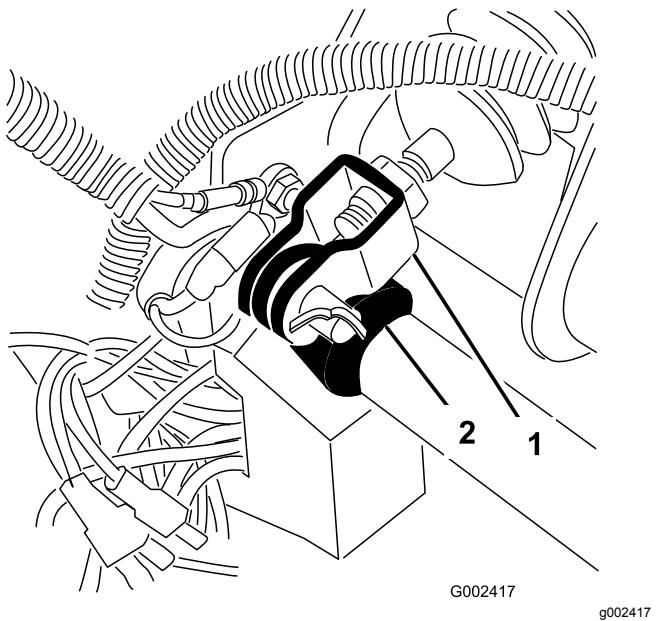

図 65
- マスターシリンダのヨークをブレーキペダルのピボットに固定しているコッターピンとクレビスピニンを取り図 65。